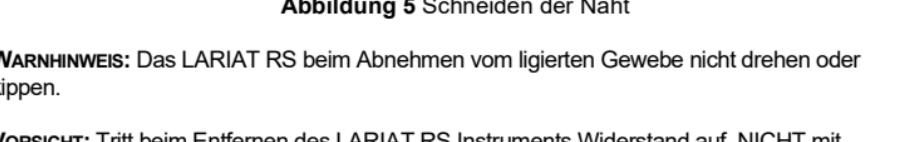

Abbildung 5 Schneiden der Naht
- Den Nahtrest an der Nahtfreigabelasche abschneiden, damit das LARIAT RS entfernt werden kann (siehe Abbildung 5).